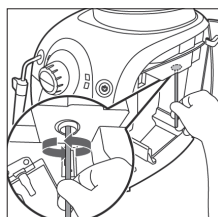

図 2
5. スプーンの取手が、先の丸いものでコーヒー排出口をきれいにしてください。(図 2 参照)